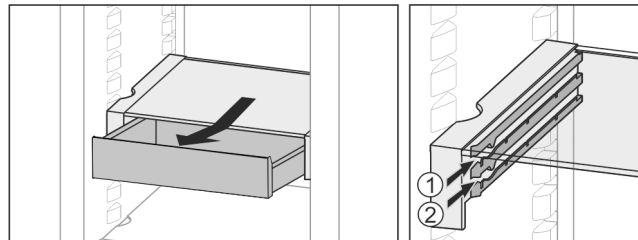

Fig. 25
- ▶ L'insérer à n'importe quelle hauteur Fig. 25 (1) ou Fig. 25 (2).